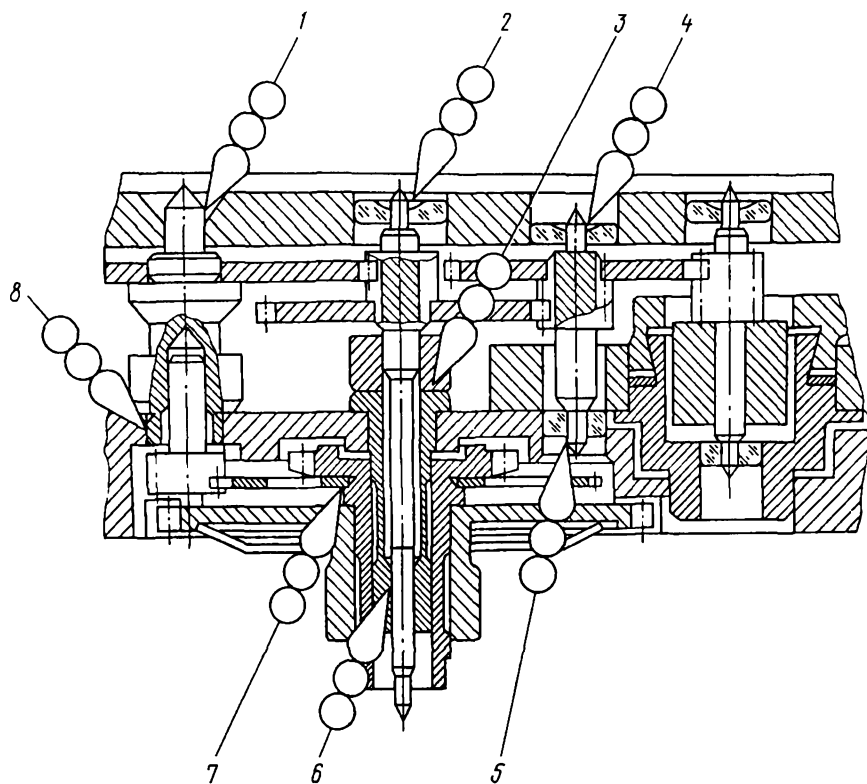

Рис. 30
Места смазки, марки масел и номера маслodosировок даны в таблице 6 и на рис. 30–35. Допустимые величины зазоров в механизме приведены в таблице 7.
**Смазать:** посадочную поверхность триба секундного, соприкасающуюся с центральной втулкой (рис. 30, поз. 16);
торец втулки центральной (рис. 30, поз. 4);
(рис. 30, поз. 8).
(рис. 30, 31, поз. 1, 2, 3, 5, 9).
**Смазать:** фрикцион колеса центрального (рис. 30, 31, поз. 7).